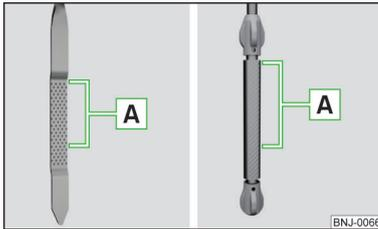

Fig. 168
### Varilla de nivel de aceite » fig. 168
- El nivel de aceite no debe estar nunca sobre o debajo de la zona **A** » fig. 168. ¡Existe riesgo de daños del motor, así como en el sistema de gases de escape!